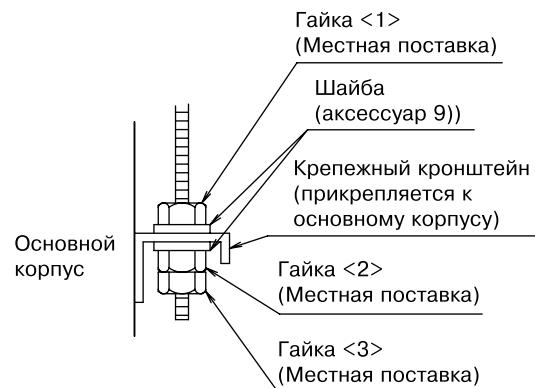
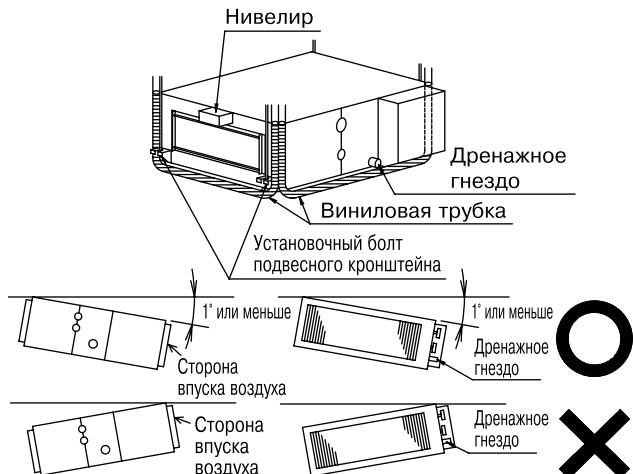

Рис. 4
Рис. 5
- (2) Отрегулируйте высоту блока с помощью гайки <2>. (См. рис. 4)
- (3) Проконтролируйте выравнивание блока по горизонтали.
- Используйте уровень или виниловую трубку, чтобы убедиться в выравнивании и наклоне блока (уклон вниз) к дренажному отверстию и стороне впуска воздуха в пределах 1°. (См. рис. 5)
- (4) Затяните верхнюю и нижнюю гайки <1>, <3>. (См. рис. 4)
- (5) Заизолируйте четыре подвесных кронштейна с помощью уплотнительной прокладки. (аксессуар 5))